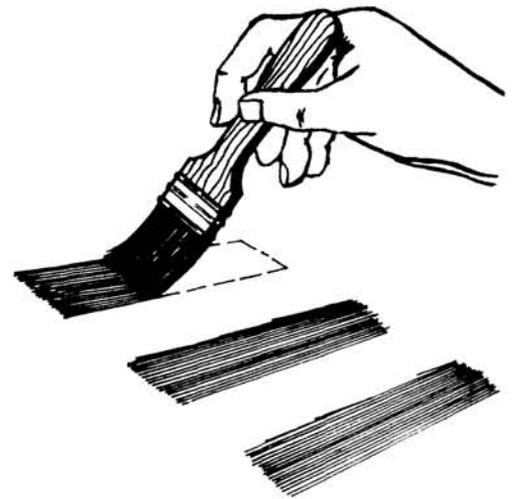

Fig. 2
- c Efectúe tres pasadas con una longitud igual a tres veces el ancho de la brocha, dejando una pasada de por medio (fig. 2).